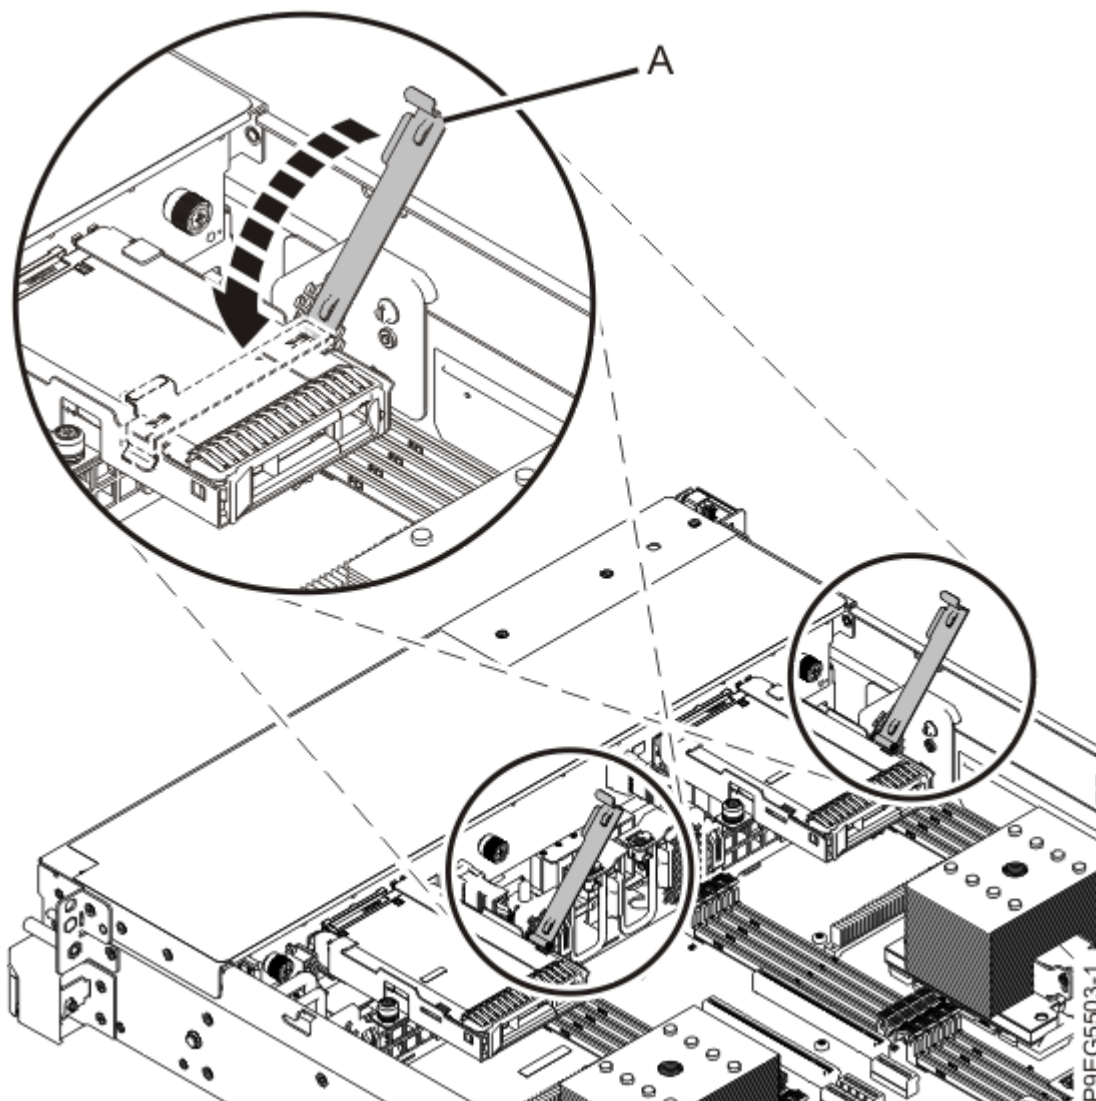

Figura 24. Fechando o suporte da unidade
e) Feche o suporte da unidade (**A**) sobre a unidade conforme mostrado na Figura 24 na página 26.